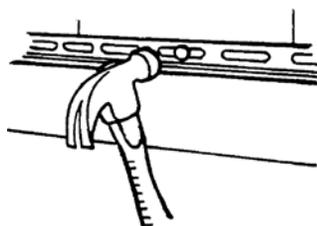

Figure 76
- Emboîter le panneau neuf, puis le clouer (Figure 76).